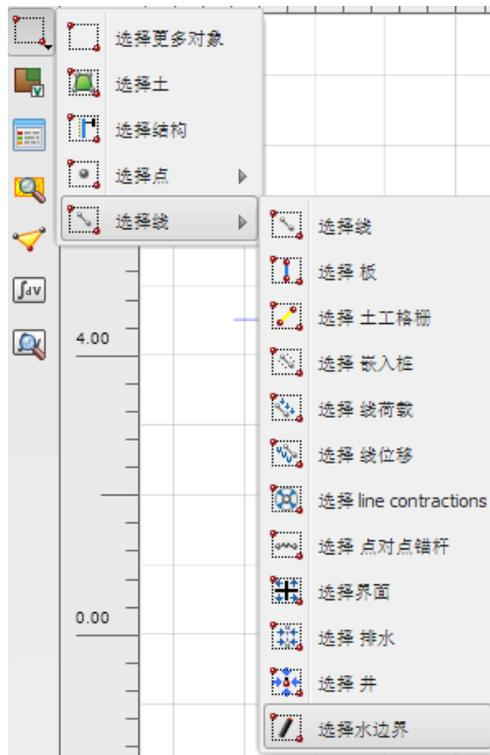

图 6 多选菜单中选择水边界
- 选择线，并在下拉菜单中选择水力条件选项，如图 6 所示。